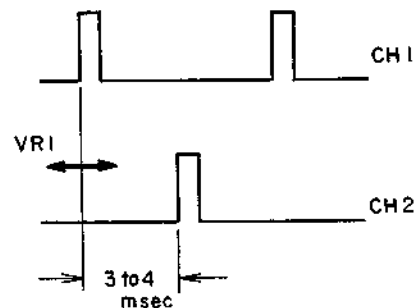

Fig. 26
- Adjust VR1 (20 kB) until as in Fig. 26.